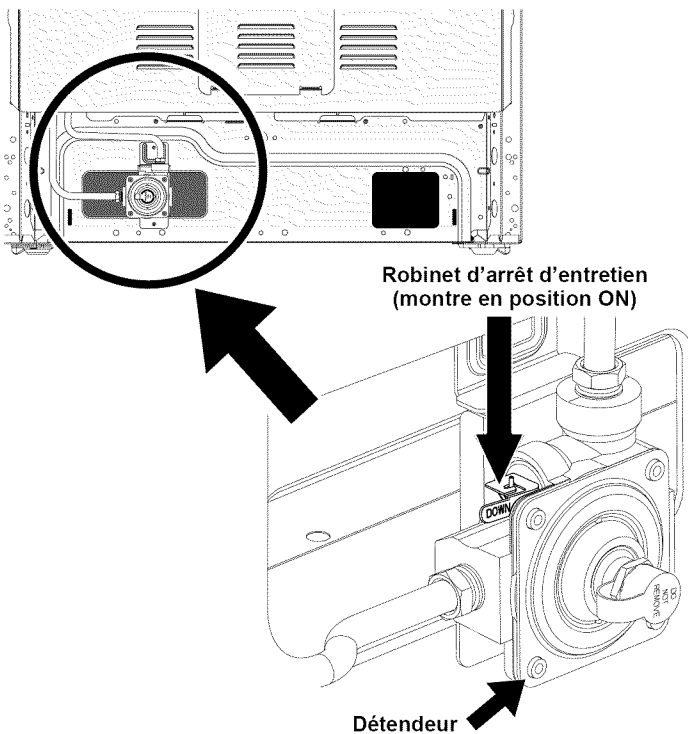

Fig. 11
- f. **Vérifiez que le robinet d'arrêt d'entretien qui se trouve sur le détendeur est bien en position « ON »** (marche) (voir Fig. 11).